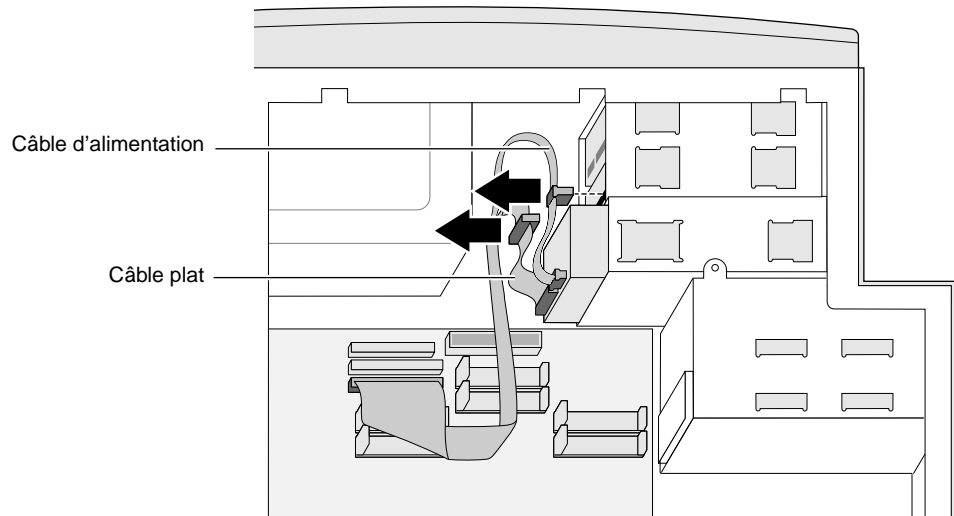

Figure 4-7 Déconnexion des câbles du lecteur de support amovible
4. Déconnectez le câble d'alimentation et le câble plat à l'arrière du lecteur, comme indiqué à la Figure 4-7.